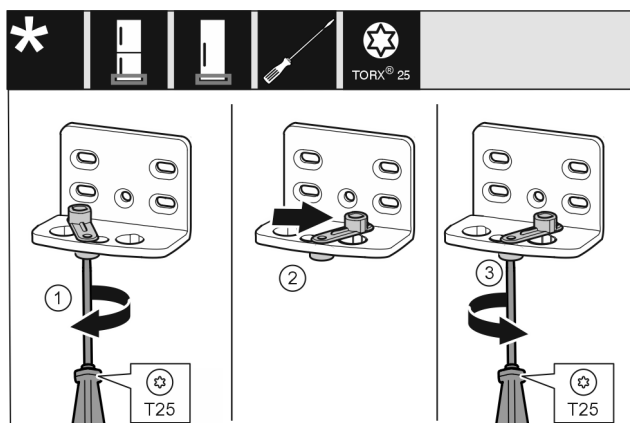

Fig. 16
- Afloje el tornillo Fig. 16 (1) con el destornillador.
- Levante el dispositivo de cierre de la puerta Fig. 16 (2) y gírelo 90° a la derecha hacia el orificio.
- Apriete el tornillo Fig. 16 (3) con el destornillador.